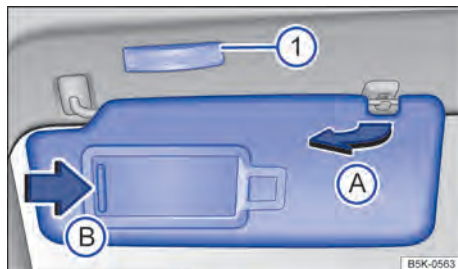

Fig. 79 Para-sol.
- Retirar o para-sol cuidadosamente do suporte segurando a base de fixação e virar na direção das portas → Fig. 79 A.
No para-sol rebatido para baixo encontra-se um espelho de cortesia atrás de uma cobertura. Ao abrir a cobertura → Fig. 79 B uma lanterna se acende ①.